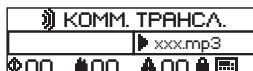

Рисунок 29
2.3.2.9 Режим коммерческой трансляции – состояние прибора, при котором выполняется трансляция информационных сообщений, рекламных объявлений, музыкальных и иных программ. На БЦД отобразится информация изображенная на рисунок 29.